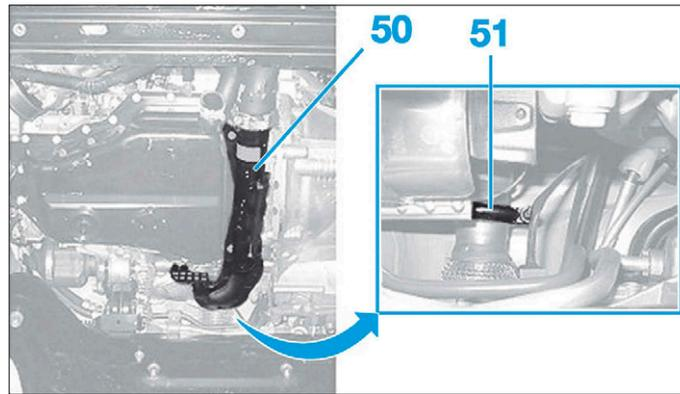

FIG. 112
- le résonateur d'admission d'air (50) (Fig.112),
- le collier d'échappement (51).